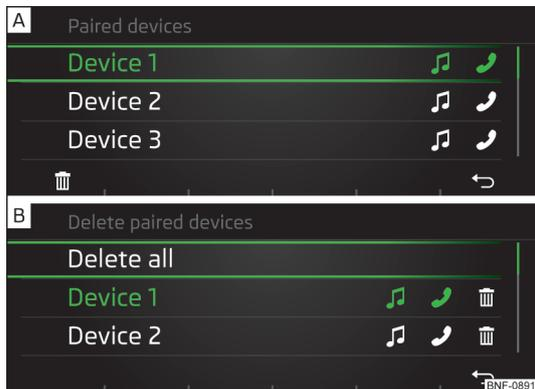

Fig. 115
Dans la liste des appareils externes couplés, les symboles suivants des profils Bluetooth® sont affichés si un téléphone est connecté » fig. 115 - A.
- Avec le dispositif de réglage **☺** sélectionnez l'appareil externe » fig. 115 - A.
- Appuyez sur la touche de fonction **☰** » fig. 115 - A.
- Avec le dispositif de réglage **☺** sélectionnez l'appareil externe » fig. 115 - B.